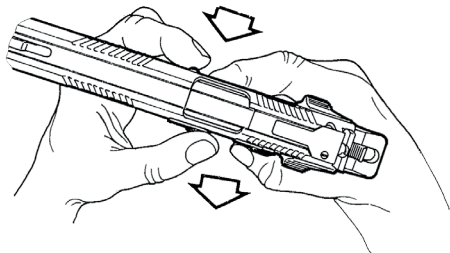

Fig.1
3. **Fig. 1** Impugnare l'arma, premere con l'indice della mano sinistra il perno della chiave di smontaggio fino a farla distaccare dal fusto della pistola, a questo punto, con il pollice della mano sinistra, si farà ruotare l'apposita leva di 90 gradi verso il basso.
3. **Fig. 1** Hold the pistol. Use your left index finger to push in the end of the take-down lever until it slightly moves away from the frame. Then, with your left thumb, rotate the take-down lever down 90 degrees.